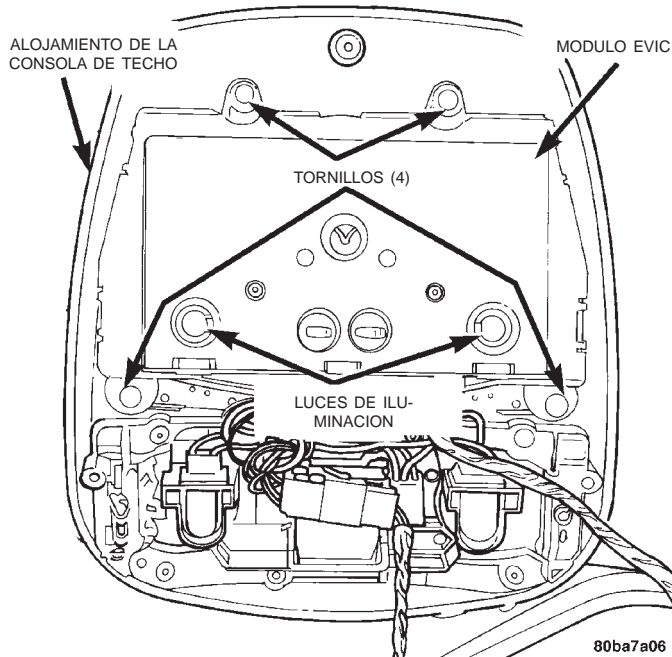

Fig. 4 Desmontaje e instalación del centro de información del vehículo electrónico
(1) Desconecte y aisle el cable negativo de la batería.
(2) Retire la consola de techo del forro de techo. Para obtener información sobre los procedimientos, consulte **Consola de techo** en la sección Desmontaje e instalación de este grupo.
(3) Retire los cuatro tornillos que fijan el módulo Centro de información del vehículo electrónico (EVIC) al alojamiento de la consola de techo (Fig. 4).
(4) Retire el módulo EVIC del alojamiento de la consola de techo.